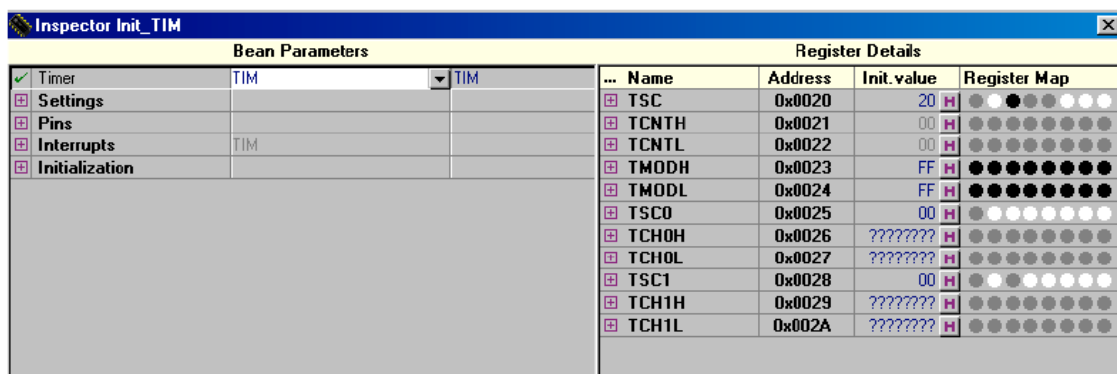

Figura 9.- Pantalla del Módulo de Timer.
7) A continuación procederemos a configurar el **módulo de Timer (TIM)** ingresando al mismo como muestra en la **figura 9.-**